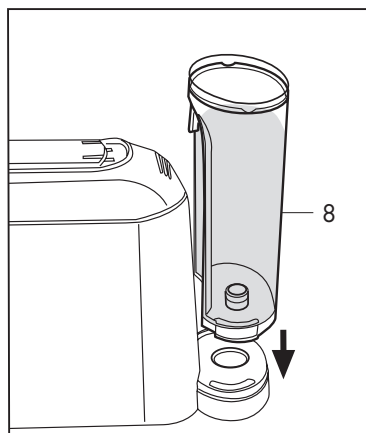

Fig. 3
- Fermer le couvercle et mettre en place le réservoir (8) contre le corps de la machine de telle sorte que la languette s'encastre et que la base du réservoir soit bien en appui sur la valve d'eau. (**Fig. 3**).